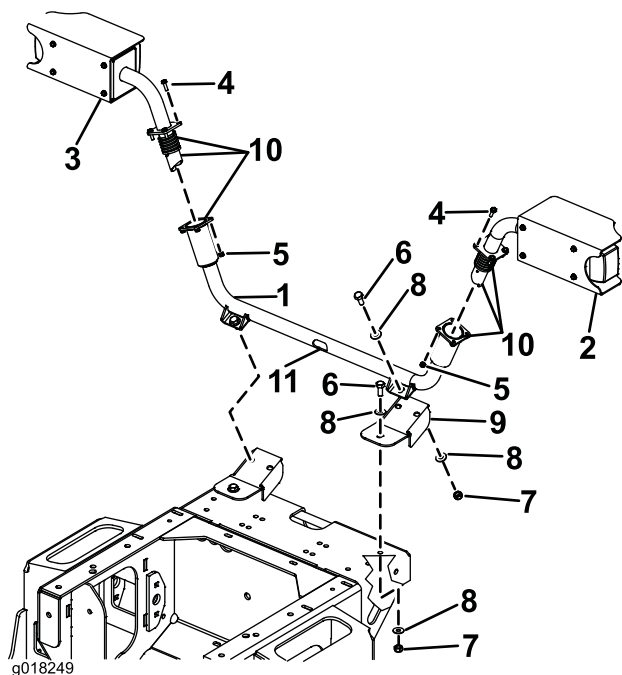

Figura 13
I gruppi luci anteriori si fissano al supporto centrale dei fari, che a sua volta si fissa alla macchina mediante due staffe di montaggio (Figura 13).
1. Installate le 2 staffe di montaggio sulla parte anteriore della macchina, utilizzando 2 bulloni (M10 x 25 mm), 4 rondelle ($\frac{3}{8}$ ") e 2 dadi di bloccaggio (M10) come illustrato nella Figura 13.
2. Installate il supporto centrale dei fari sulle staffe di montaggio, utilizzando 2 bulloni (M10 x 25 mm), 4 rondelle ($\frac{3}{8}$ ") e 2 dadi di bloccaggio (M10) come illustrato nella Figura 13.
3. Applicate del lubrificante antigrippaggio per rivestire completamente la parete interna delle estremità dei tubi e tutte le superfici delle molle e dei profili dell'estremità dei tubi (Figura 13).
4. Tenendo saldo il supporto del faro destro, fate passare il cavo del cablaggio verso il basso attraverso i tubi terminali, facendolo uscire dall'apertura del supporto dei fari (Figura 13).
5. Fissate il supporto del faro destro sul supporto centrale dei fari utilizzando i 4 bulloni (M6 x 20 mm) e 4 dadi di bloccaggio (M6) come illustrato nella Figura 13.